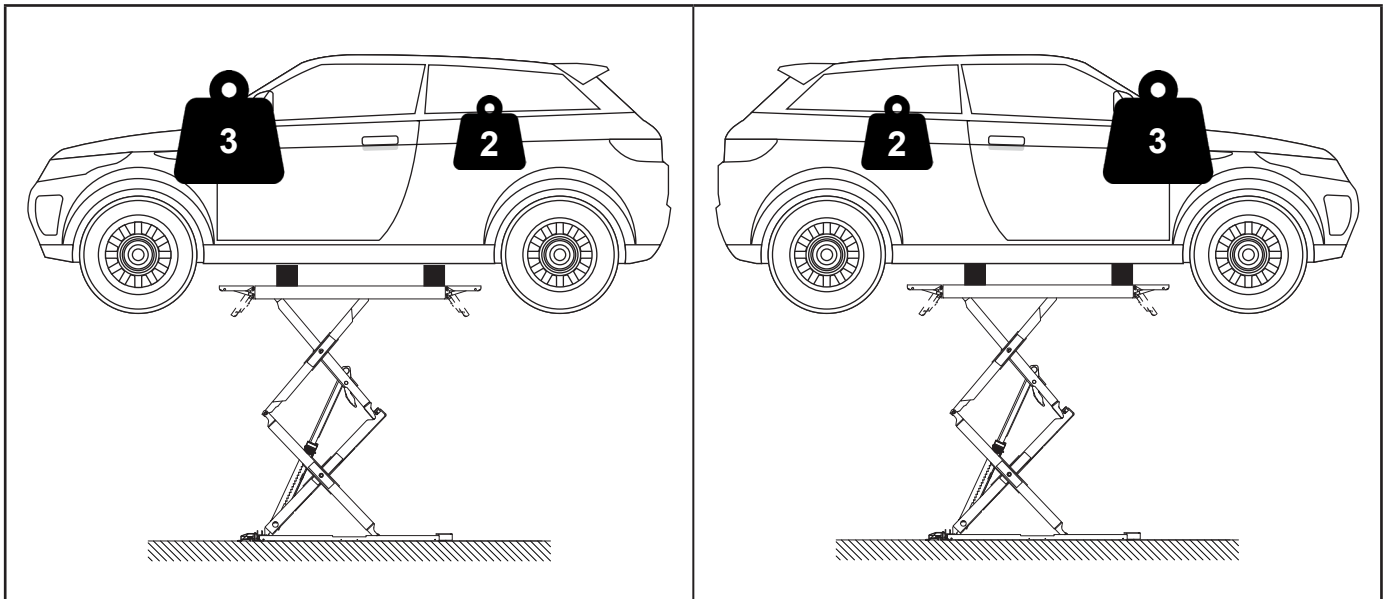

Fig. 1
- 3:2 / 2:3 (reversible) (Fig. 1).